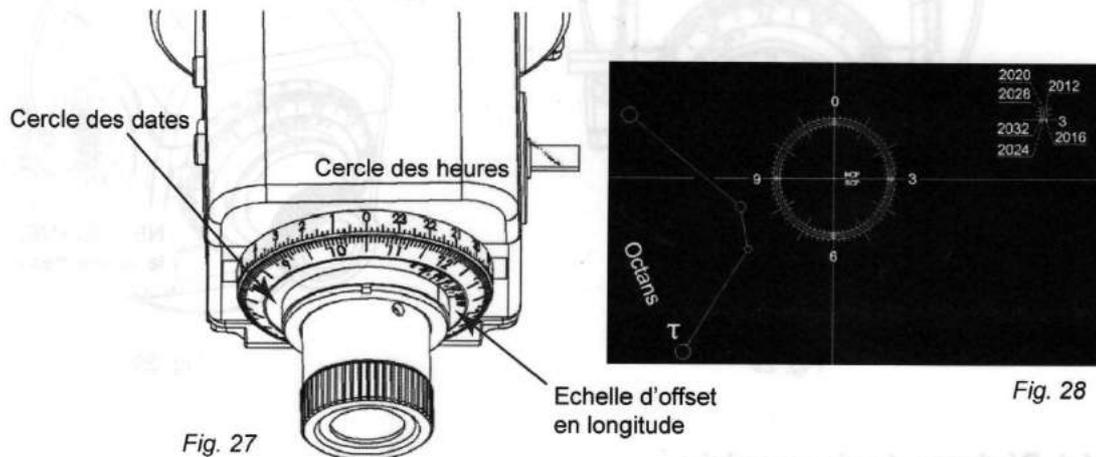

Fig. 27
2. Tournez le cercle des dates et faites coïncider la date du 31 octobre avec le 0h du cercle des heures. Tournez l'axe de la monture et/ou l'oculaire du viseur pour placer le vernier de l'offset en longitude sur la valeur 0 de l'échelle d'offset en longitude (Fig. 27). A cette date et cette heure, l'étoile Polaire est précisément à la verticale sous le pôle Nord céleste (6h).